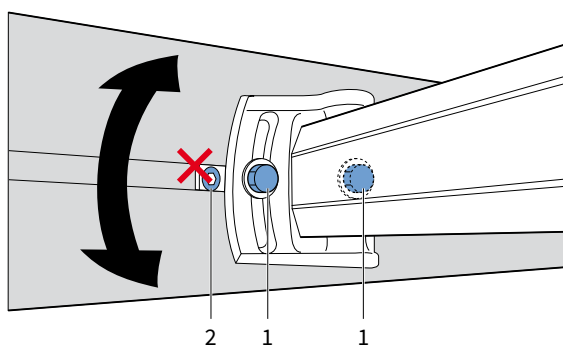

Abb. 5.2 Detail Armverbindung auf Vorderleiste
2. Am Ende der Gelenkarme (an der Seite der Vorderleiste) befinden sich die Armverbindungen. Siehe Abbildung 5.2.